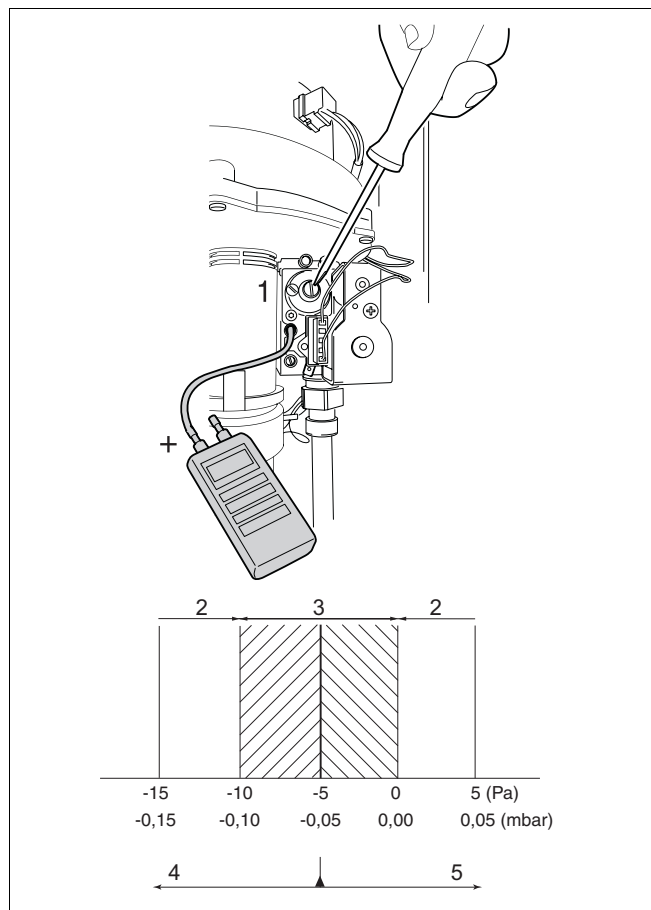

Bild 33 Gas-Luft-Verhältnis einstellen
- Die Einstellschraube für den Brennerdruck (→ Bild 33, [1]) auf korrektes Luftverhältnis einstellen.